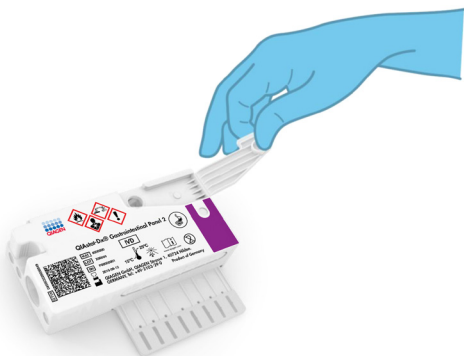

Figura 4. Abrindo a tampa de amostra da porta principal.
4. Coloque o QIAstat-Dx Gastrointestinal Panel 2 Cartridge em uma superfície de trabalho limpa e plana de forma que o código de barras na etiqueta fique voltado para você. Abra a tampa de amostra da porta principal na parte frontal do QIAstat-Dx Gastrointestinal Panel 2 Cartridge (Figura 4).